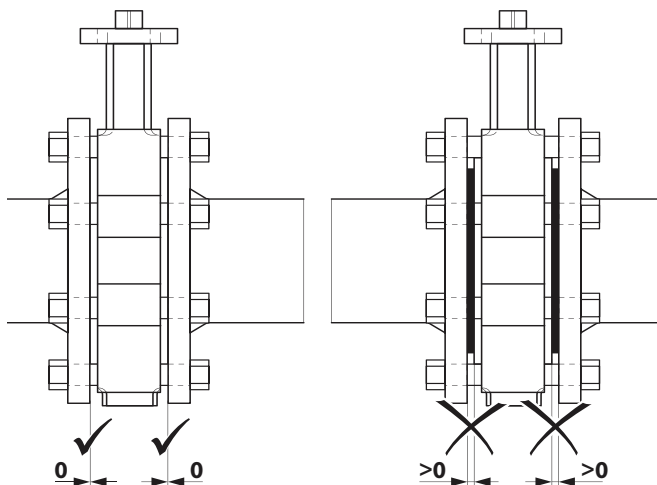
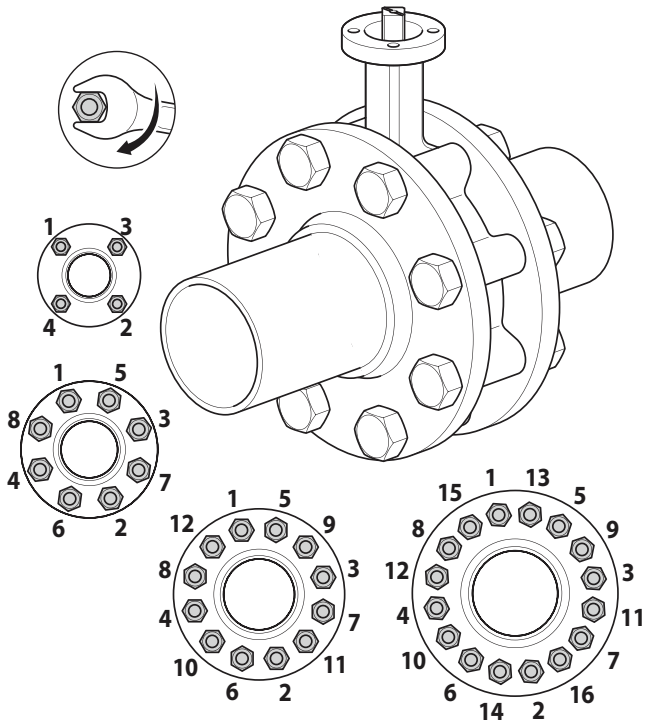

Fig. 29.
Fig. 32.
- Suivez la séquence de boulonnage de bride recommandée. (Fig. 32)
5. À l'aide de la séquence indiquée (Fig. 32), serrez les boulons de bride uniformément pour assurer une compression uniforme du joint d'étanchéité. Lors du montage des joints de bride, la surface du siège résistant doit être uniformément comprimée (Fig. 29).